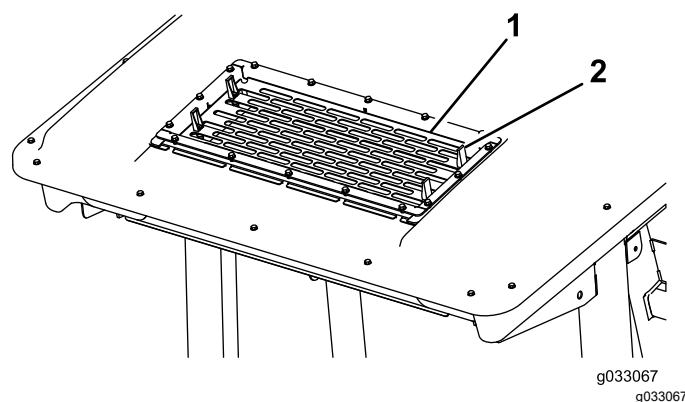

Figure 94
- Soulevez les 4 languettes sur la grille de climatisation (Figure 94) et déposez la grille du sommet de la cabine.